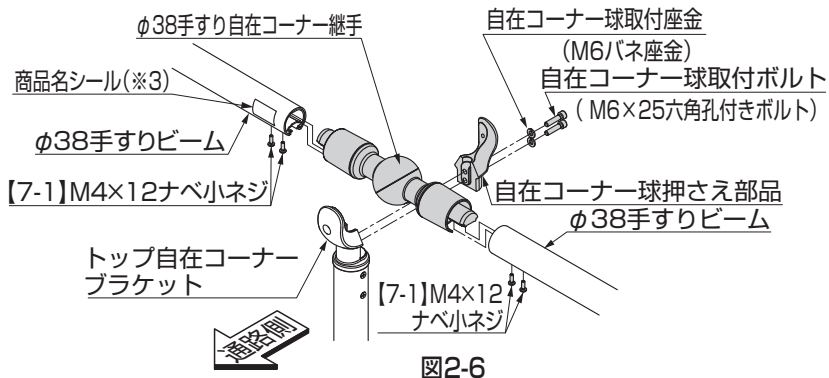

図2-6
- ① 図2-6を参照して、自在コーナー球押さえ部品でφ38手すり自在コーナー継手を取付けてください。
- ② φ38手すり自在コーナー継手にφ38手すりビームを【7-1】で取付けてください。